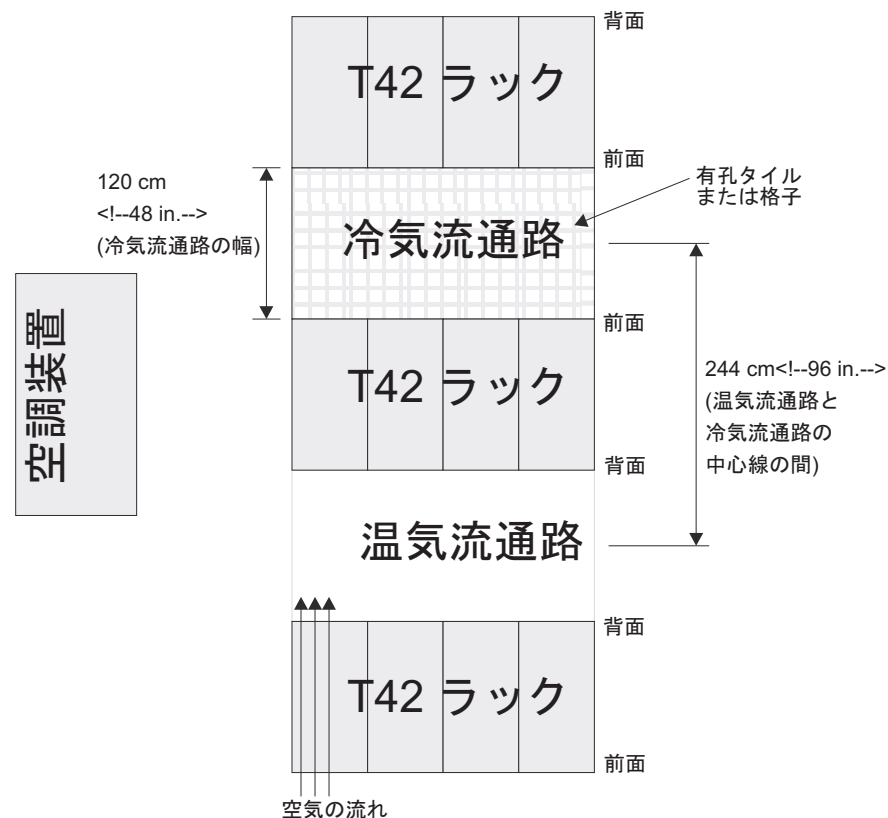

図 13. 冷氣通路/暖気通路ラック構成の例
せに、あるいは前面と前面を合わせるようにして交互の行に配置する必要があります。この配置方法は「冷氣通路/暖気通路」と呼ばれ、図 13 にその図を示しました。
- ラックが、前面と前面が合うように、あるいは背中合わせに何行にもなっている場合は、冷氣通路の幅を少なくとも 122 cm 取り、行を離すようにすること (図 13を参照)。